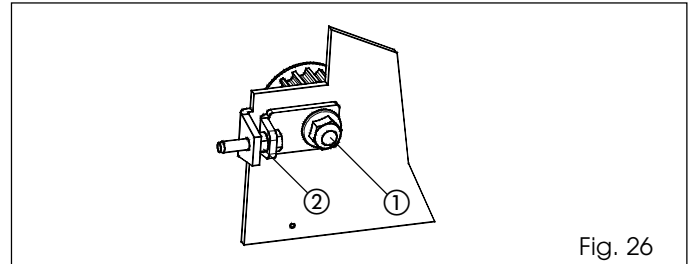

Fig. 26
- Haal de moer (fig. 26 ref. ①) los.
- Schroef de moer van fig. 26 ref. ② vast om de riem te spannen of haal hem los om de riem te ontspannen.
- Nadat de spanning geregeld is, moet de moer (fig. 26 ref. ①) worden aangehaald.